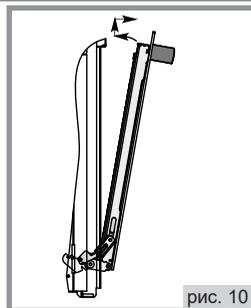

рис. 10
4. Взять дверцу за боковые стороны и потянуть на себя и вверх, чтобы освободить нижние оси шарниров, см. рис.10;